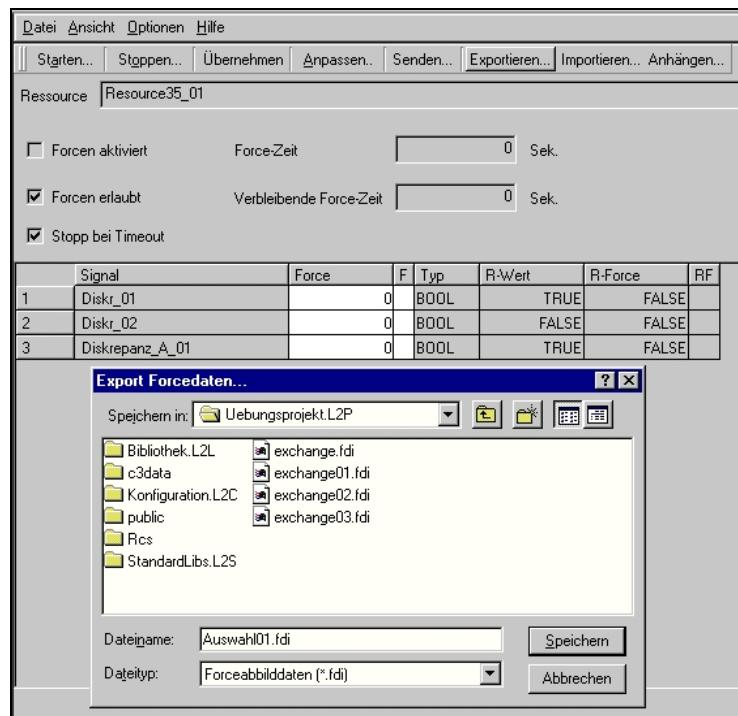

Abb. 155: Signalauswahl speichern (exportieren)
- Wählen Sie **Exportieren** und speichern Sie diese Einstellungen ab (Abb. 155, S.143).